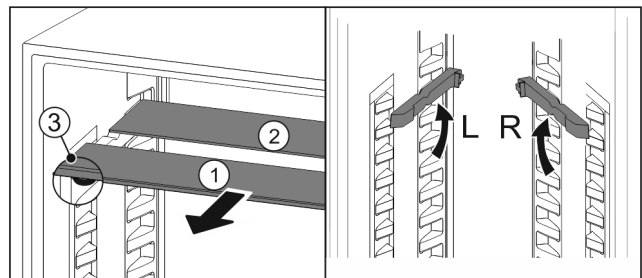

Fig. 173
- ▶ Glasplatten einzeln nach vorne herausziehen Fig. 173 (1).
- ▶ Glasplatte Fig. 173 (1) mit Zierleiste liegt vorne.
- ▶ Stopps Fig. 173 (3) zeigen nach unten.